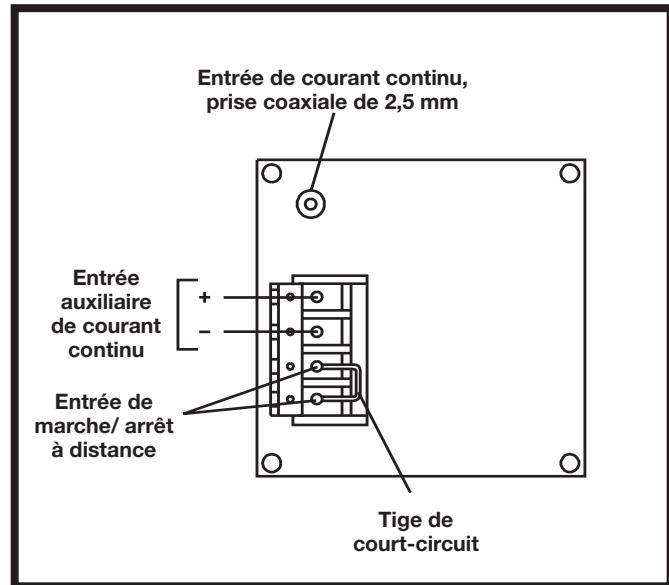

Figure 3. Pompe — Panneau arrière
Le panneau arrière, figure 3, contient une prise d'entrée d'alimentation en courant continu pour branchement de l'alimentation principale et un bornier à cloison à quatre bornes pour branchement d'un dispositif de marche / arrêt à distance et d'une alimentation auxiliaire en courant continu.
**La commande de marche/arrêt à distance:** Les bornes 3 et 4 du bornier du panneau arrière (figure 3) sont utilisées pour une commande de marche/arrêt à distance. Le sens et la vitesse de la pompe ne peuvent être contrôlés à distance. En fonctionnement sur place, ces bornes sont reliées ensemble par une tige de court-circuit. En fonctionnement à distance par fermeture de commutateur, retirer la tige de court-circuit et brancher les deux bornes du commutateur de commande à distance aux bornes 3 et 4. La fermeture des contacts du commutateur fera démarrer le système de pompage. Par contre, l'ouverture du contact arrêtera la pompe.
3. Pour le 77200-20, brancher le bloc d'alimentation externe et connecter au dos de l'entraînement. (Voir figure 3.)
4. Pour le 77200-12, fournir 11 à 15 V c.c. aux bornes. (Voir figure 3.)